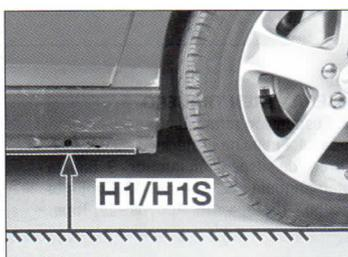
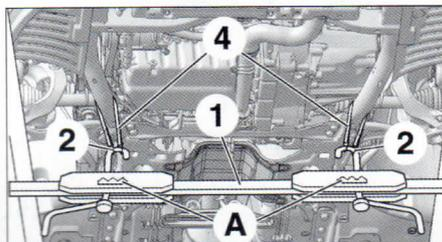

FIG. 1
FIG. 3
H1, H1S: distancia comprendida entre el nervio de la talonera delantera y el suelo (fig. 1).
- Colocar las cinchas (4) equipadas con sus anillas (2) sobre los largueros delanteros (fig. 3).
- Colocar el compresor de suspensiones (1).
- Escoger el centraje (A) mejor adaptado para tirar de las cinchas lo más verticalmente posible.
- Colocar los pasadores (3) en los emplazamientos de medición (fig. 1).